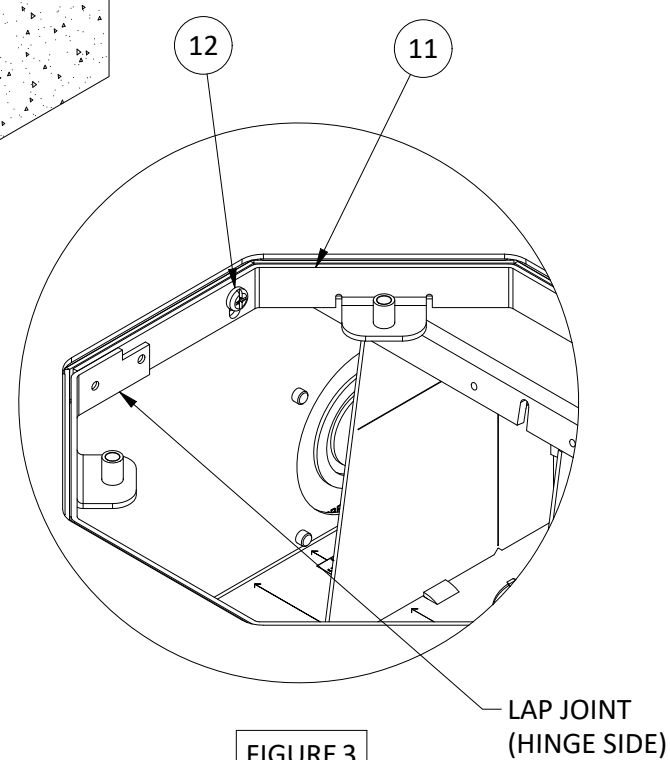

FIGURE 3
14. Orient cover support collar [11] as required by removing and reinstalling screws [12]. Lap joint in collar defines the hinge location of the cover (SEE FIGURES 3 & 4)
14. Orienter le collier de soutien du couvercle [11] au besoin en retirant et en réinstallant les vis [12]. Le joint à recouvrement du collier définit où se trouvera la charnière du couvercle (CONSULTER LES FIGURES 3 et 4).
17. Obturer le jeu autour du collier de soutien du couvercle [11] avec un cordon continu de silicone de type RTV pour applications électriques (CONSULTER LA FIGURE 3).